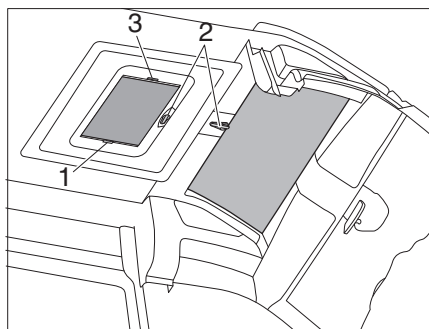

Figura 26 Claraboya de elevación a manivela con SkyRoof®
- Abrir:* ■ Girar la manivela (Figura 26,2) en sentido antihorario hasta notar una resistencia (ángulo de apertura máx. 60°, solo con Heki).
- Cerrar:* ■ Tirar el estor plegable con el tirador (Figura 26,3) y soltarlo en la posición deseada. El estor plegable se queda fijo en esta posición.
- Abrir:* ■ Empujar el estor plegable con el tirador (Figura 26,3) lentamente a la posición de salida.
Cerrar: ■ Tirar el tirador (Figura 26,1) de la protección contra insectos hacia el tirador (Figura 26,3) opuesto del estor plegable.